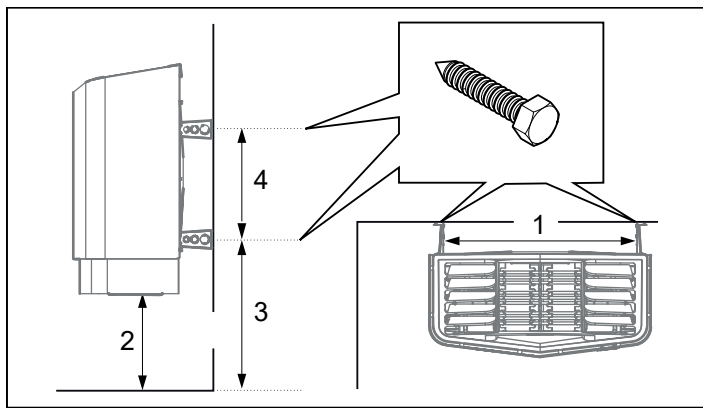

Рисунок 12: Размеры
6. Разместите винты для кронштейнов согласно указанным размерам (Рис. 12).